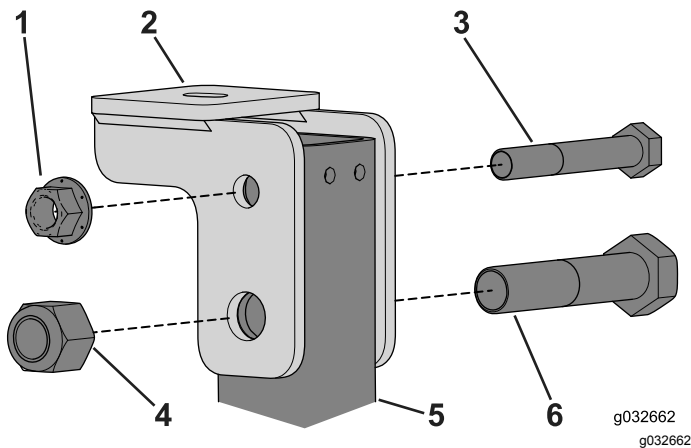

Bild 71
2. Montieren Sie die Befestigungshalterung der Kabine mit der Schraube ($\frac{1}{2}$ " x $3\frac{1}{4}$ ") und ($\frac{3}{4}$ " x $3\frac{1}{2}$ ") lose an jeder Seite des Überrollschutzrohrs (**Bild 71**).
6. Ziehen Sie die Schrauben und Muttern an, mit denen die Stützen der Kabinenbefestigung an den Überrollschutzstreben befestigt sind (**Bild 71**).